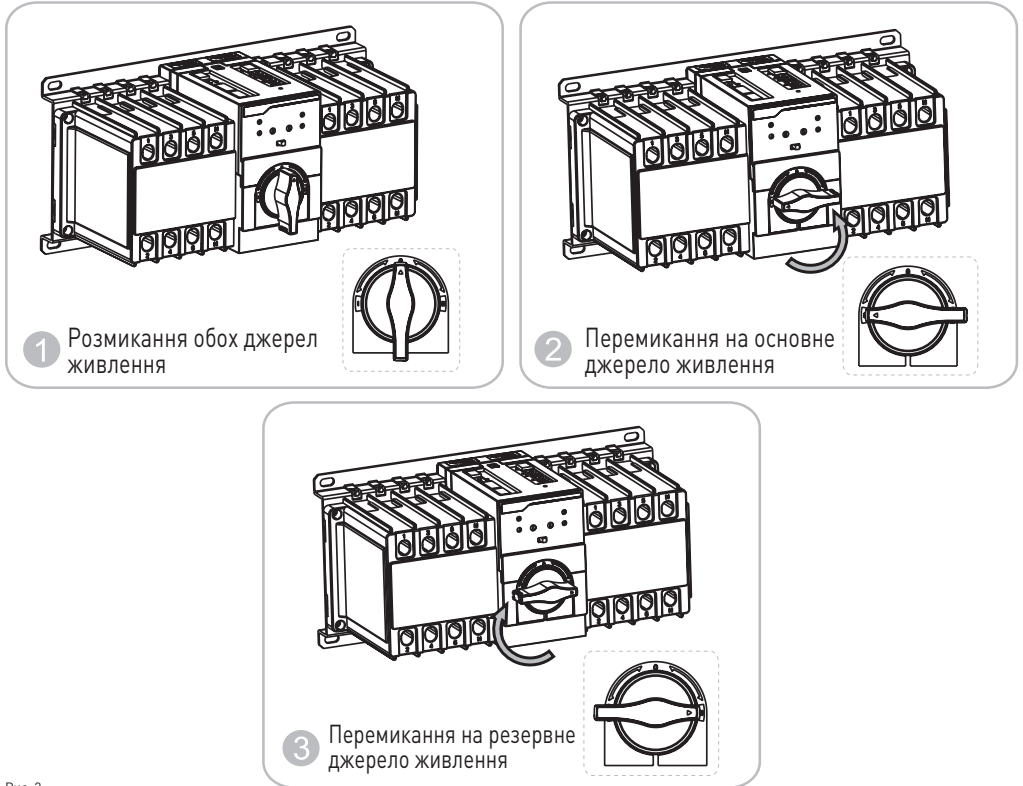

Рис. 2
*Ручна перевірка* (спочатку переведіть перемикач у ручний режим, потім скористайтеся ручкою, як зображено на Рис. 2, для перевірки операцій):